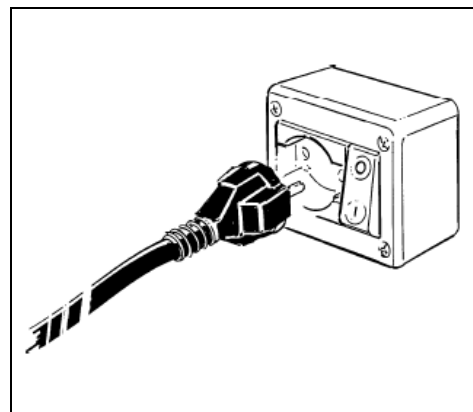

Fig. 3
- Inserire la spina nella presa di alimentazione elettrica (fig. 3).